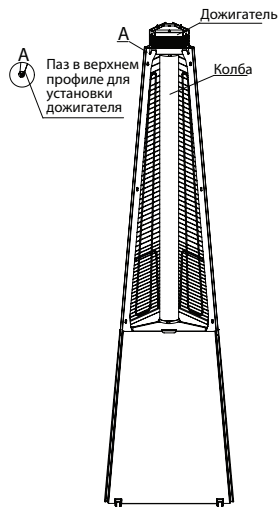

Рис. 3 – Установка колбы и дожигателя
- Извлеките из коробки колбу и аккуратно вставьте колбу. Сверху установите на профили дожигатель (рис.3), фиксируя колбу, затяните винты;